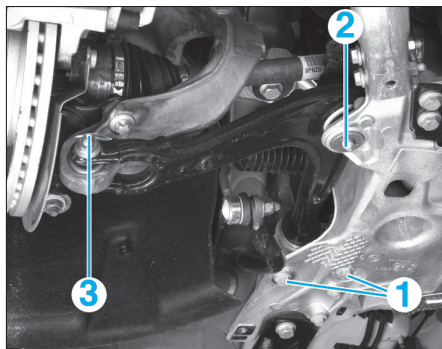

Fig. 15
- les deux vis (1) du palier arrière du triangle (Fig.15),
- la vis (2) du palier avant,
- la vis (3) de la fixation inférieure sur le pivot.